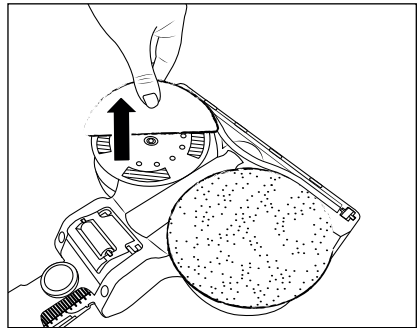

Fig. 17
- ◆ Per rimuovere un panno lavapavimenti ❸⁴ dall'accessorio lavapavimenti ❸¹, afferrarlo con le dita ed estrarlo dall'accessorio lavapavimenti ❸¹ tirandolo verso l'alto (vedere fig. 17).